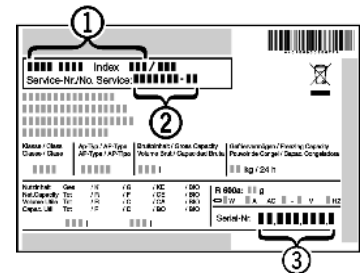

Fig. 63
- ▶ Считать обозначение устройства Fig. 63 (1), сервисный номер Fig. 63 (2) и серийный номер Fig. 63 (3) с заводской таблички. Заводская табличка находится внутри устройства слева.